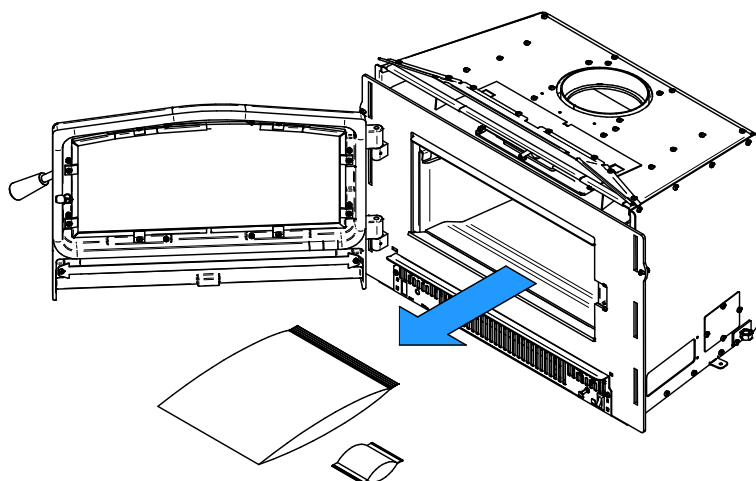

Figure 12 : Retirer le contenu de la chambre à combustion
- Dévisser les deux supports **(B)** des pierres réfractaires de côtés. Les pierres peuvent ensuite être retirées dans l'ordre présenté dans la figure 12.